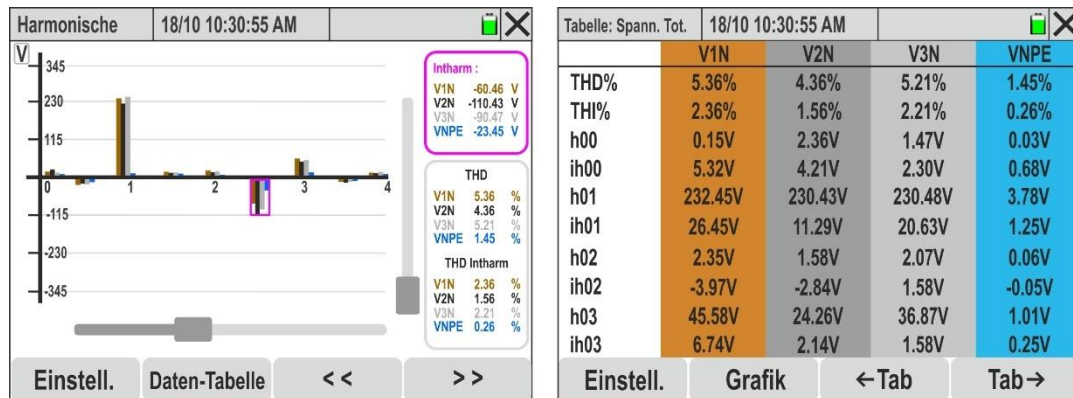

Abb. 55: Harmonischeanalyse der Spannungen im numerischen und grafischen Format
6. **Bei Auswahl der 4 Spannungen** werden die Histogramm-Diagramme der einzelnen Spannungen V1N, V2N, V3N und VNPE in Abb. 55 - links angezeigt
8. Tippen Sie auf die Schaltfläche „Daten-Tabelle“, um zur numerischen Anzeige zu wechseln. Der Bildschirm von Abb. 55 - rechts wird auf dem Display angezeigt. Die Parameter „hxx“ geben die Amplitude der Harmonische xx an, während die Parameter „ihxx“ die Amplitude der Interharmonischen xx für jeden ausgewählten Kanal angeben
12. Tippen Sie auf die Schaltfläche „**Daten-Tabelle**“, um zur numerischen Anzeige zu wechseln. Der Bildschirm von Abb. 55 - rechts wird auf dem Display angezeigt. Die Parameter „**hxx**“ geben die Amplitude der Harmonische xx an, während die Parameter „**ihxx**“ die Amplitude der Interharmonischen xx für jeden ausgewählten Kanal angeben
16. Tippen Sie auf die Schaltfläche „**Daten-Tabelle**“, um zur numerischen Anzeige zu wechseln. Der Bildschirm von Abb. 55 - rechts wird auf dem Display angezeigt. Die Parameter „**hxx**“ geben die Amplitude der Harmonische xx an, während die Parameter „**ihxx**“ die Amplitude der Interharmonischen xx für jeden ausgewählten Kanal angeben